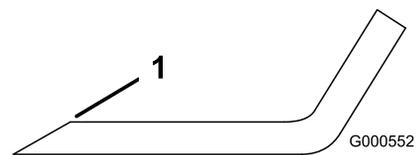

Bild 71
1. Schärfen Sie die Schnittkante an beiden Enden des Schnittmessers mit einer Feile (Bild 71).
**Hinweis:** Feilen Sie, wenn das Schnittmesser nicht ausgewuchtet ist, vom Flügelbereich des Messers etwas Metall ab (Bild 71).